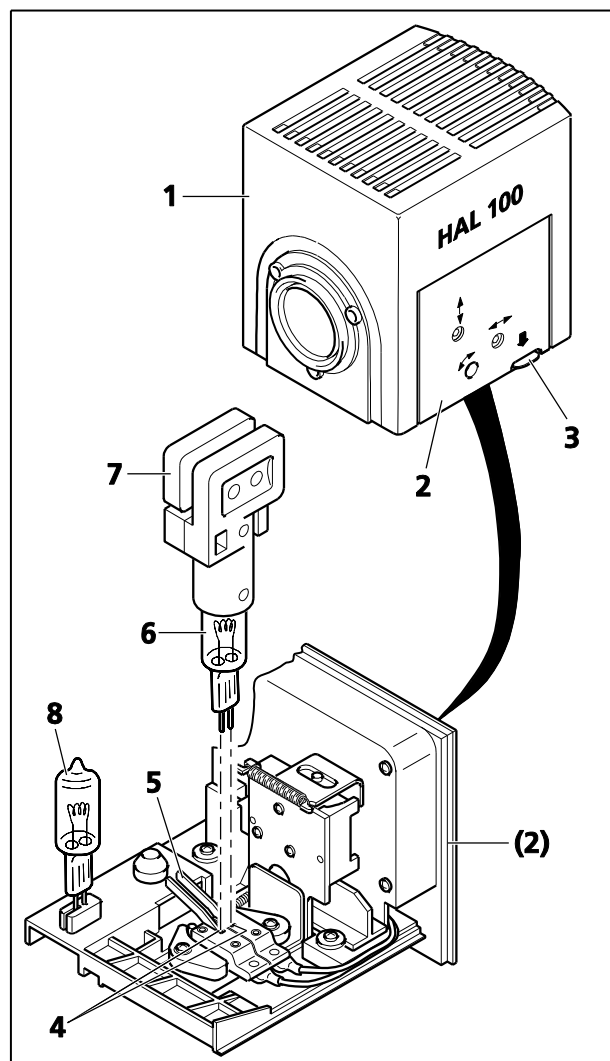

Fig. 47 Remplacement de la lampe halogène
Il n'est pas nécessaire de retirer le boîtier de la lampe du statif pour remplacer la lampe. **Ne pas** ranger l'outil de remplacement fourni (Fig. 47/7) pour changer la lampe dans son boîtier lorsque le dispositif d'éclairage est en marche. L'ampoule de rechange (Fig. 47/8) peut rester dans le boîtier de la lampe.
- Appuyer sur le bouton de déverrouillage (Fig. 47/3) du dispositif d'éclairage halogène HAL 100 (Fig. 47/1), extraire complètement le support de lampe (Fig. 47/2) et le poser à part.
- Appuyer sur les deux leviers à ressort (Fig. 47/5) et retirer l'ancienne lampe halogène (Fig. 47/6) vers le haut.
- En appuyant sur les deux leviers à ressort, insérer la nouvelle lampe dans la douille de lampe (Fig. 47/4) puis relâcher les leviers à ressort. Toujours tenir /saisir la lampe halogène à l'aide de l'outil de remplacement des ampoules (Fig. 47/7), car même des traces de graisse sur la lampe peuvent réduire sa durée de vie.